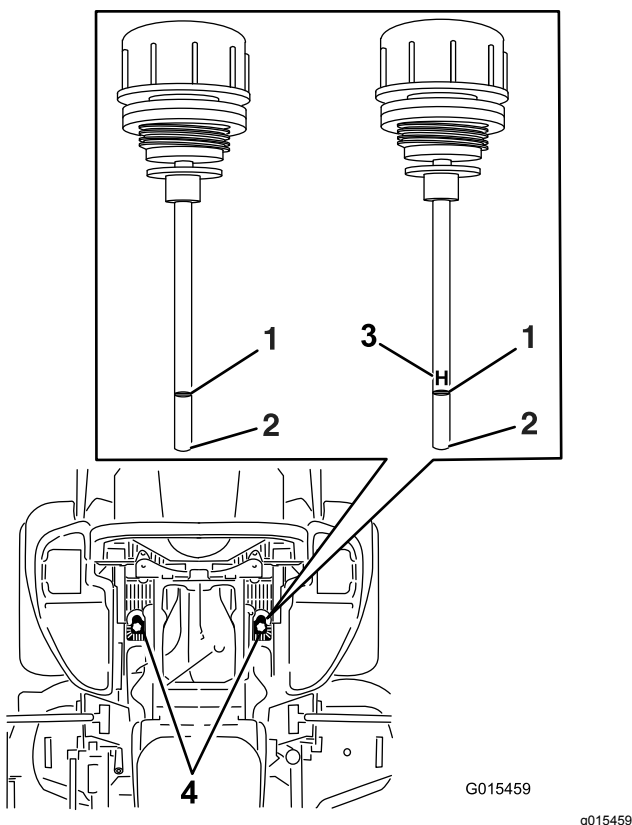

Figure 88
6. Nettoyez la surface autour des jauges des réservoirs du système hydraulique (Figure 88).
7. Sortez une jauge du réservoir hydraulique (Figure 88).
9. Ressortez la jauge et examinez l'extrémité (Figure 88).